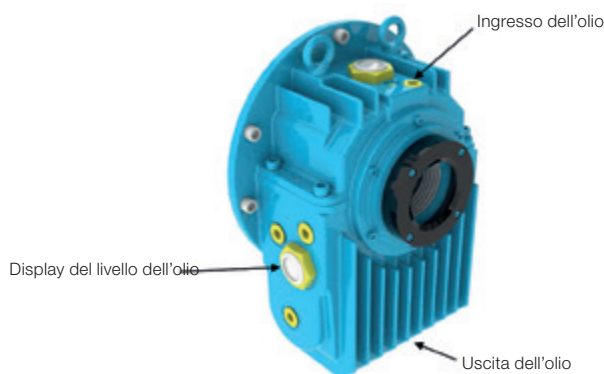

Figura 8.3 - Cuscinetto a strisciamento
- Scaricare l'olio attraverso lo scarico situato nella parte inferiore dell'alloggiamento del cuscinetto (come mostrato nella Figura 8.3);